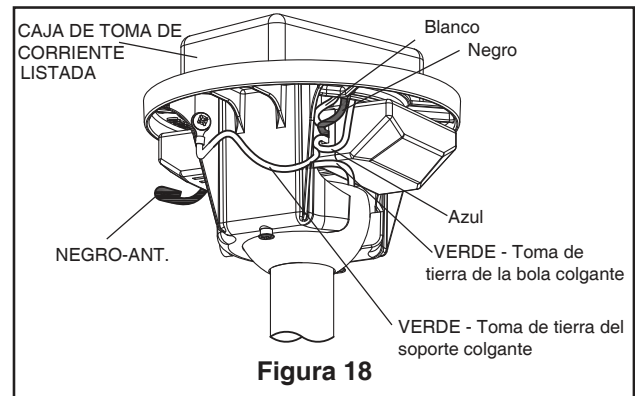

Figura 18
5. Una vez haya hecho las conexiones, coloque los cables hacia arriba y empújelos cuidadosamente hacia dentro de la caja de la toma de corriente, poniendo los cables blancos y verdes a un lado de la caja y los negros hacia el otro lado. (Figura 18)